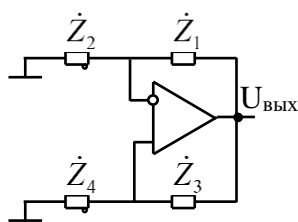

Рис. 7.14. Структура мультивибратора
Мультивибратор – генератор импульсов, в схеме которого действует глубокая положительная связь (ПОС). Схема мультивибратора (рис. 7.14) содержит две цепи обратной связи, являющиеся делителями напряжения, содержащими в общем случае
резистивный делитель. Второй вариант использован в схеме (рис. 7.14).
1) Введите схему (рис.7.14), выполните моделирование в режиме Transient (рис.7.15), установите большое время моделирования (1 с.) для того, чтобы на диаграммах отобразился выход мультивибратора в режим генерации импульсов (рис.7.16).